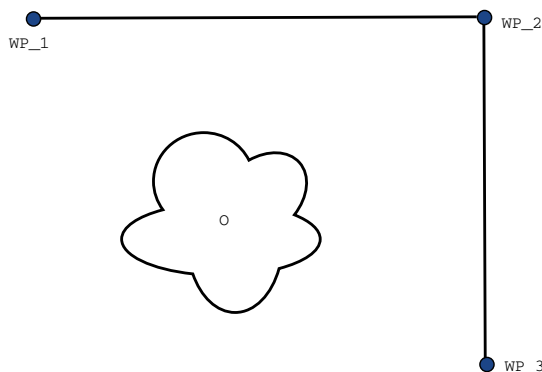

Figura 15.2: WP_1: posición inicial, WP_2: punto de la ruta, WP_3: posición de recogida, O: obstáculo.
Ejemplo Tomemos como ejemplo una aplicación de carga y descarga (consulte figura 15.2), en la que el robot se encuentra en ese momento en el punto de paso 1 (WP_1) y necesita recoger un objeto en el punto de paso 3 (WP_3). Para evitar colisiones con el objeto y otros obstáculos (0), el robot debe aproximarse a WP_3 en la dirección procedente del punto de paso 2 (WP_2). Por ello, se introducen tres puntos de paso para crear una trayectoria que cumpla estos requisitos.